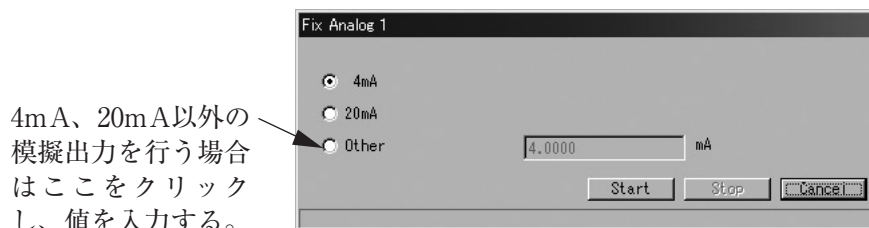

図80
- ② 図80のようなメッセージボックスが現れます。模擬出力値を選択し、「Start」ボタンをクリックしてください。なお、「4mA」、「20mA」以外のアナログ値(4~20mA間の任意の電流値)を出力させる場合は「Other」を選択し、出力させるアナログ値を入力後「Start」ボタンをクリックしてください。